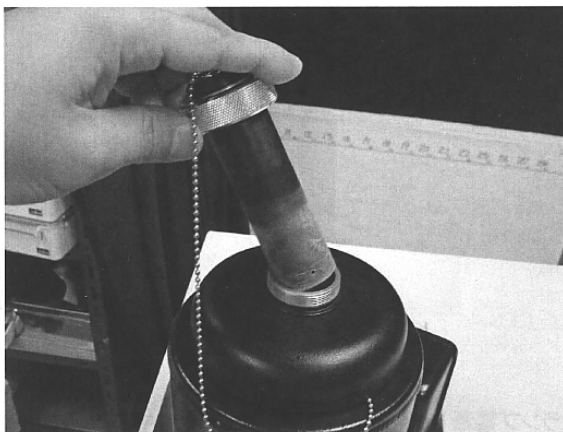

図1 検出器上フタの取り外し
- 1) 検出器トップの液体窒素注入口のフタを開けて、テフロン製ロートを注ぎ口に取り付け、液体窒素を検出器デュアービンに満たします。およそ 1.5L ほど入れてください。(図1参照)